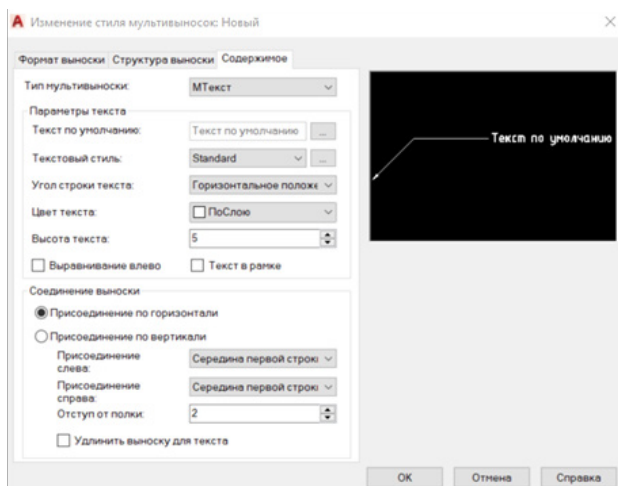

Рис. 124. Настройка вкладки *Содержимое*
- ОК → *Установить* → *Заккрыть* (рис. 124).